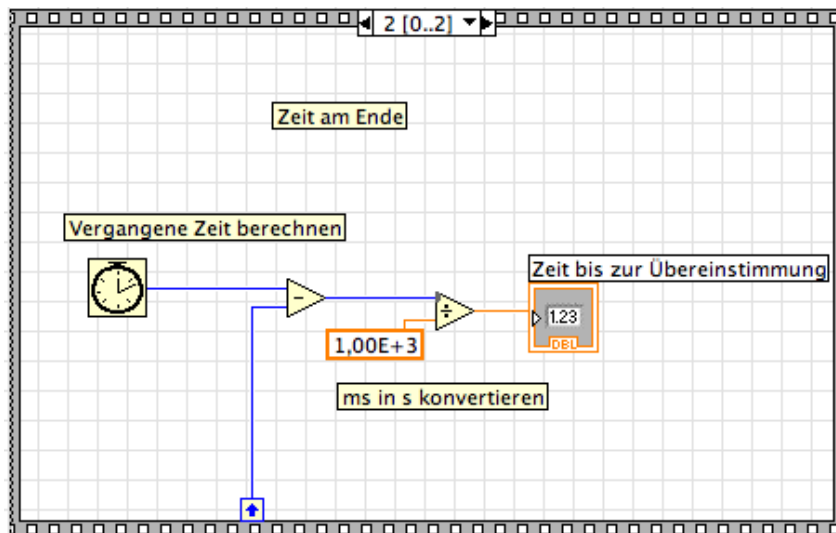

ABB.4.11
- ▷ Füge ein weiteres Frame an und ergänze mit den in Abb. 4.11 dargestellten Objekten, mit welchen die Zeitspanne bestimmt wird.